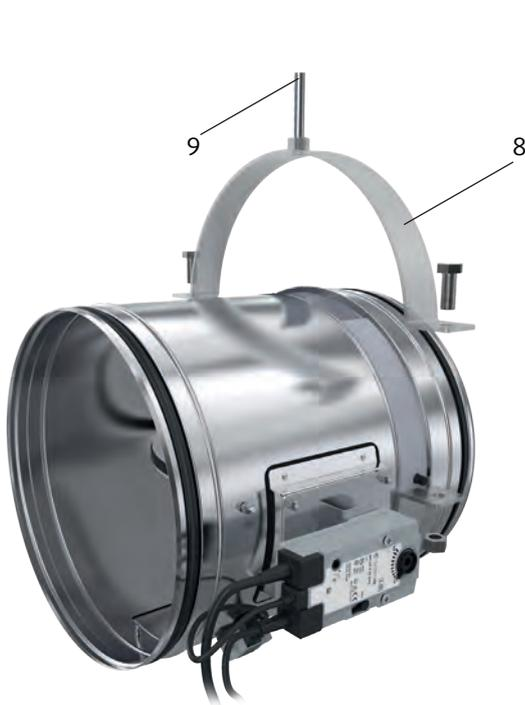

Abb. 42: Brandschutzklappe FDR-3G für den Einbau vorbereiten, dabei 1 × Gewindestange M12 verwenden.
Alle 4 Teile des Montagesatzes IKOWS-PKI um die Perforation herum gemäß Abb. 42 anbringen und einen geeigneten Brandschutzkitt-Anstrich (6) auf die Kontaktflächen der Platten und der BSK aufbringen. Mit den beiliegenden Schrauben befestigen.